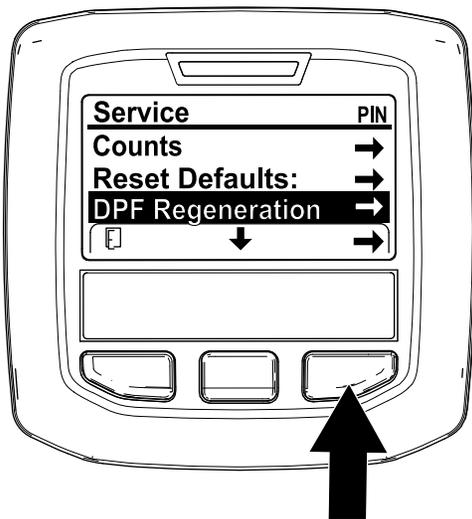

図 59
1. 整備 Serviceメニューから、中央ボタンで下へスクロールして DPF REGENERATIONメニューに入る 図 59。
2. 右側のボタンで DPF Regeneration再生に入る 図 59。